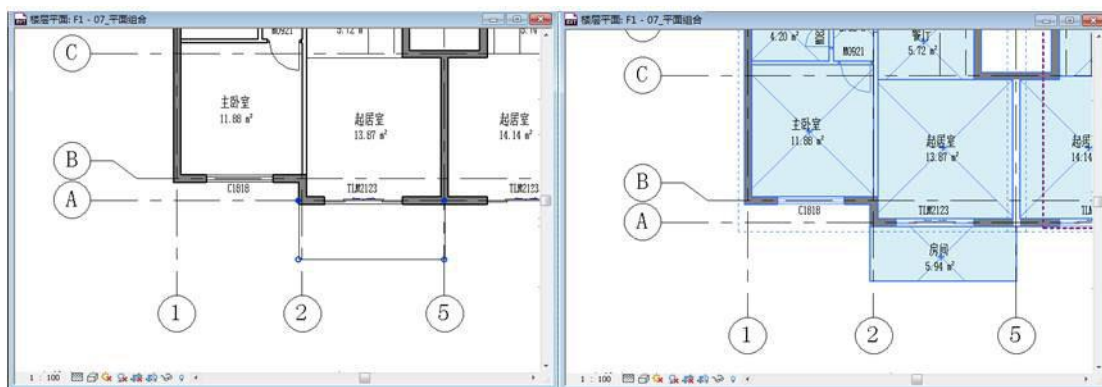

图 3-24
- 6) 单击“常用”选项卡>“房间和面积”面板>“房间”向下箭头>“房间分隔线”，沿刚刚绘制的阳台楼板边缘线绘制三条分隔线，与墙共同围合出一个闭合房间，并使用“房间”工具添加新的房间，并将名称改为“阳台”（如图 3-24 所示）。